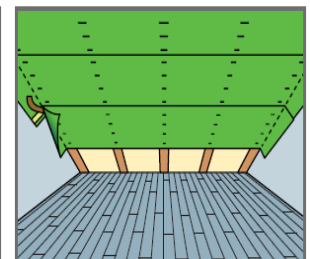

Bild 4
**BILD 4:** Für die Flächenverklebung wird ebenfalls STÖ UNI Universalklebeband zum luftdichten Verkleben der Überlappung eingesetzt. Es ist darauf zu achten, daß STÖ UNI mittig zu Überlappung und ohne Spannung verlegt wird.